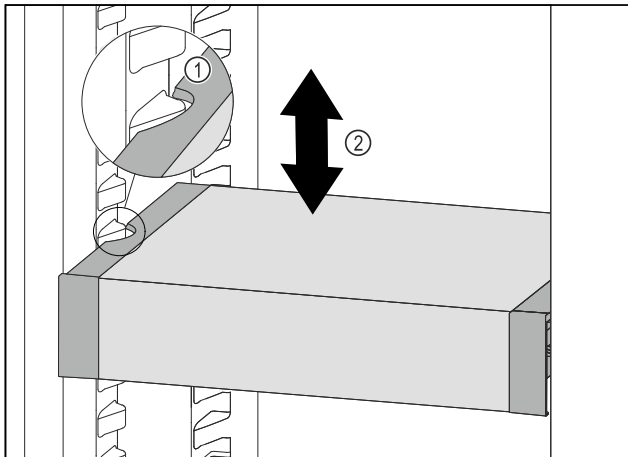

Fig. 75
- ▶ Tire del VarioSafe hacia delante hasta que los huecos laterales del VarioSafe se encuentren a la altura de la nervadura del recipiente en el compartimento del frigorífico. Fig. 75 (1)
- ▶ Mueva el VarioSafe hacia arriba o hacia abajo en el compartimento del frigorífico hasta alcanzar la altura deseada. Fig. 75 (2)